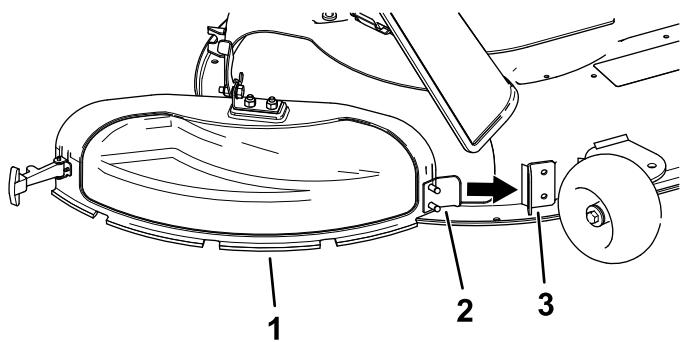

Figura 14
3. Oriente a patilha de metal na cobertura de descarga para a ranhura no suporte soldado à plataforma do cortador (Figura 14).